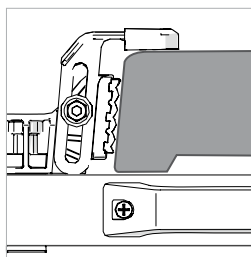

Fig. 19
Qualora NON si riscontri il bordo in sporgenza sotto il morsetto, sarà allora **NECESSARIO** fissare il morsetto secondario per assicurare la base dal lato superiore. (**Fig. 19**)
- Qualora necessario, regolare i morsetti secondari per migliorare il posizionamento e offrire maggior presa alla superficie superiore della base della troncatrice. (**Fig.19**) Stringerle in posizione utilizzando la chiave esagonale in dotazione.